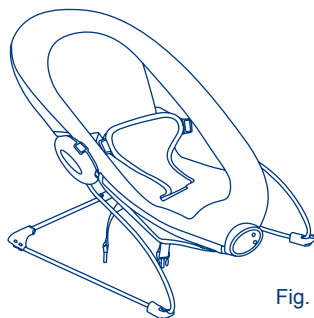

Fig. 10
- 10) • Pull the front edge of the seat pad over the music/vibration unit and then pull each side of the seat pad over the footrest wire until it fits snugly over the bouncer frame. (Fig. 10)
- Pase el borde delantero de la almohadilla del asiento por encima de la unidad de música/vibración y luego pase cada lado de la almohadilla del asiento por encima del alambre del reposapiés hasta que encaje firmemente encima del armazón del rebotador. (Fig. 10)
- Tirez le bord avant du coussin du siège par-dessus le module musique/vibrations, puis tirez chaque côté du coussin du siège par-dessus le support du repose-pieds jusqu'à ce qu'il soit bien ajusté sur le cadre du siège sauteur. (Fig. 10)